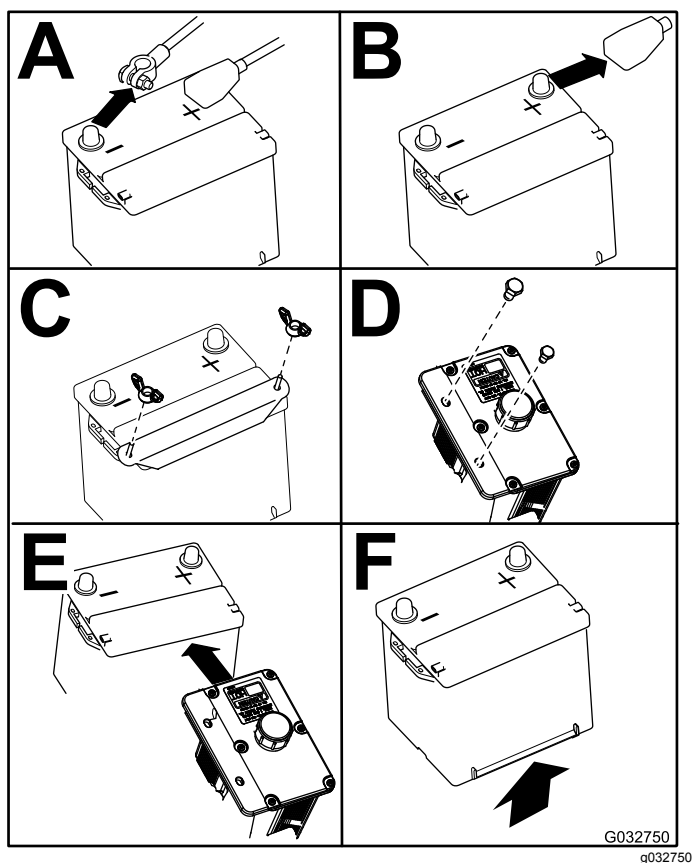

Figura 67
4. Remova a bateria como se mostra na Figura 67.